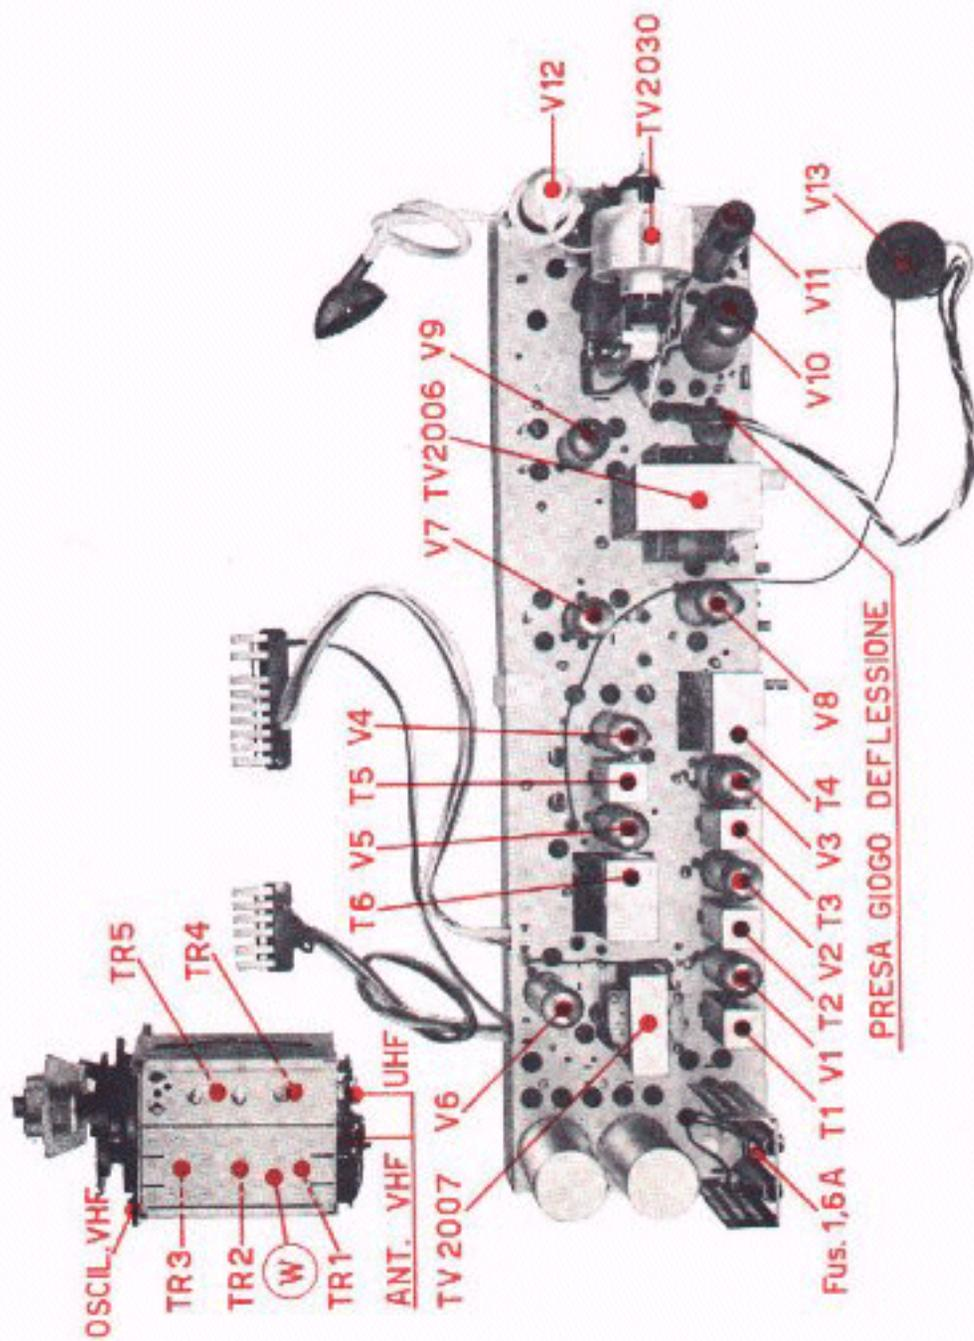

Fig. 4
- 1) Collegare il voltmetro elettronico commutato su tensione continua tra i punti X (griglia finale video **V4a**, piedino **8**) e massa. Regolare per il massimo il contrasto e ruotare in senso antiorario il comando sintonia fine, fino a circa 2/3 della sua corsa. Collegare ai morsetti d'antenna il segnale RF sintonizzato sulla frequenza della portante suono del canale in esame e regolare il compensatore **C25** (vedi schema e fig. 4) fino alla minima indicazione del voltmetro